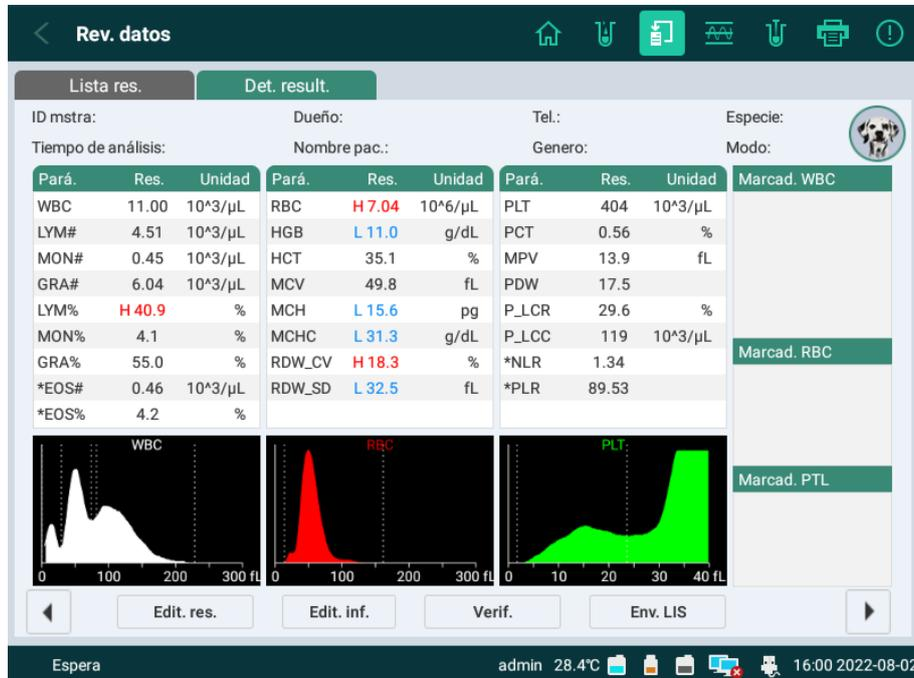

Imagen 8-3 Detalles del resultado
1. Ingrese a la pantalla de la lista de resultados, seleccione el resultado de una muestra y presione **Detail.** a la derecha de la columna seleccionada. Aparecerá la pantalla de detalles de resultados correspondiente, como se muestra en la Imagen 8-3.